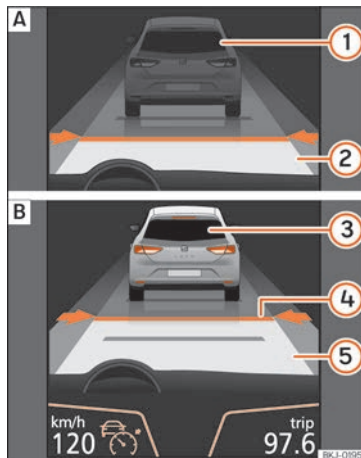
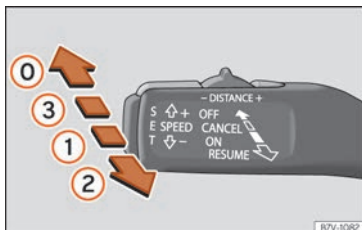

Fig. 262 Sur l'écran du combiné d'instruments : (A) ACC inactif (Standby). (B) ACC actif.
Fig. 264 À gauche de la colonne de direction : troisième levier pour utiliser le régulateur de vitesse adaptatif.
Indication d'état sur l'écran »» fig. 262 :
vert s'allume sur le combiné d'instruments (🚦) ; la vitesse programmée et l'état de l'ACC s'affichent à l'écran »» fig. 262.
menter ou diminuer la vitesse par intervalles de 1 km/h (0,6 mph), déplacez le levier en position ② »» fig. 264 ou appuyez sur la touche **SET**, respectivement.
Si besoin, la vitesse programmée peut être modifiée lorsque le véhicule est à l'arrêt ou lors de la conduite. Toute modification de la vitesse programmée est indiquée dans la partie inférieure gauche de l'écran du tableau de bord »» fig. 262.
- Pour activer l'ACC, placez le troisième levier en position ① puis appuyez sur la touche **SET** ou placez le troisième levier de l'ACC en position ② » » fig. 264. L'image de l'ACC sur l'écran du tableau de bord passe alors en mode **Actif** » » fig. 262.
Pour désactiver l'ACC, placez le levier en position ③ » » fig. 264 (le faire emboîter). Le texte **ACC désactivé** s'affiche alors et la fonction est entièrement désactivée.
Si vous ne souhaitez pas désactiver l'ACC, mais passer temporairement en mode inactif (Standby), placez le troisième levier en position ③ » » fig. 264 ou appuyez sur la pédale de frein.